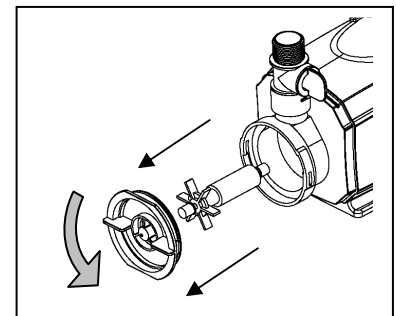

Fig. 10
4. Quite la cubierta del propulsor para exponer el ensamblaje del propulsor. Quite el ensamblaje del propulsor suavemente tirando en las láminas del propulsor. Utilice un paño suave o cepíllelo para limpiar el ensamblaje del propulsor y el interior de la cubierta del propulsor. Fig. 10